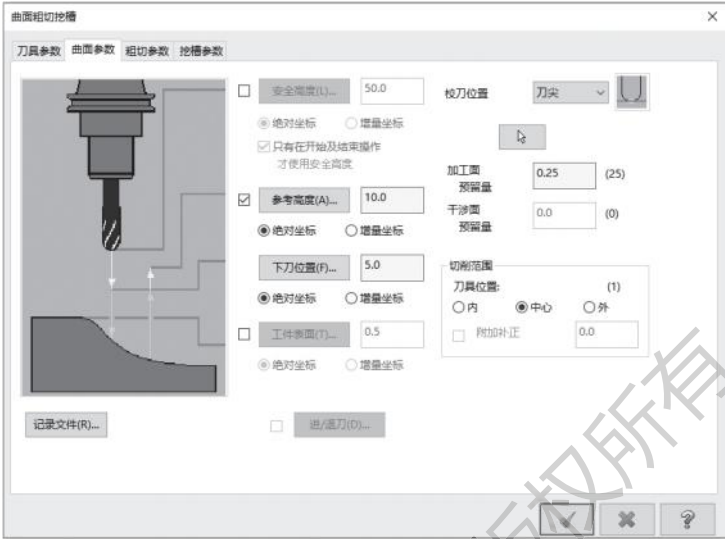

图 8-4 曲面加工参数设置
3) 打开【曲面参数】选项卡，勾选【参考高度】复选项并设置为 10.0mm，【下刀位置】为 5.0mm，选择所有【绝对坐标】选项，设置【加工面预留量】为 0.25mm，如图 8-4 所示。